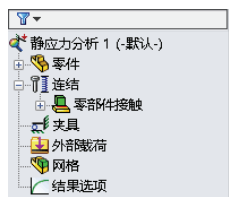

图 9-27 添加新算例操作
STEP 1 打开本文提供的素材文件“离心调速器.sldasm”，启用 Simulation 插件后，单击“Simulation”工具栏中的“新算例”按钮，打开“算例”选择属性管理器，设置算例类型为静态，单击“确定”按钮，创建一新的有限元算例，如图 9-27 所示。